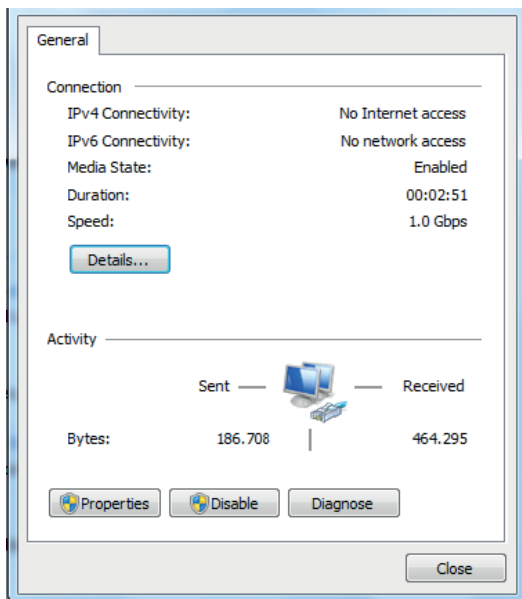

Abb. 7: *LAN-Verbindung Eigenschaften*
2. Auf LAN-Verbindung klicken, um den Status der LAN-Verbindung zu öffnen (Abb. 7).